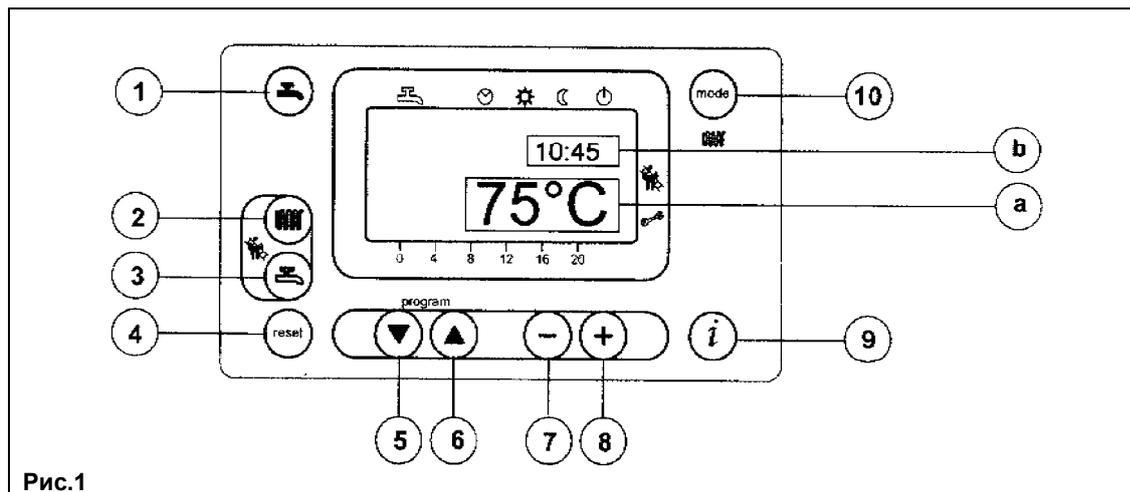
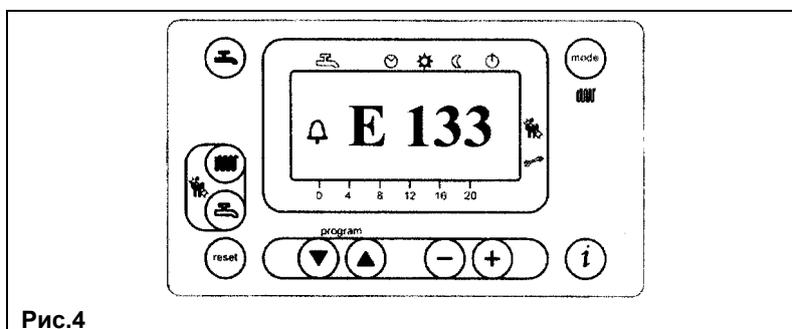

Рис.1
Рис.4
- Для установки значения температуры воды системы отопления нажмите кнопку (поз. 2, Рис. 1);
- нажмите одну из кнопок (поз. 1 или 10 Рис. 1) для запоминания значения и возврата в основное меню.
Прим. При подсоединенном датчике уличной температуры с помощью кнопки (поз. 2, Рис. 1) можно осуществлять смещение по климатическим кривым. Для увеличения или уменьшения комнатной температуры в отапливаемом помещении действуйте кнопками .
- Для установки максимального значения температуры воды системы ГВС нажмите кнопку (поз. 3, Рис. 1);
На основном дисплее (Рис. 1 а) одновременно с кодом неисправности высвечивается символ  (Рис. 4).
На дополнительном дисплее (Рис. 1 б) индикация неисправности происходит при помощи попеременно сменяющихся друг друга кода неисправности и значения времени. В данном случае перезапуск котла возможен только после устранения причины неисправности.